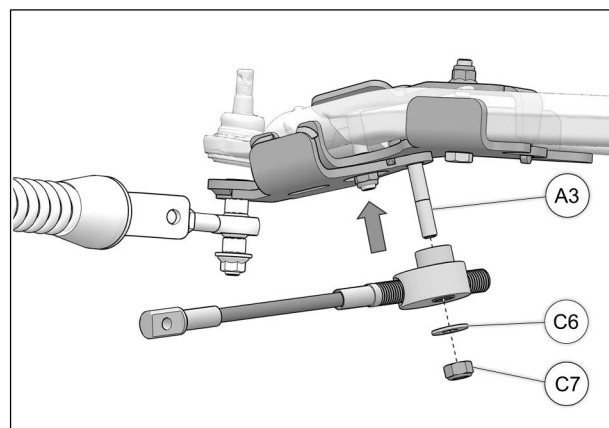

Fig. 23
15. Positionner le câble limiteur de conduite assemblé sous l'ancrage et installer au boulon (A3) inséré à l'étape 5. Utiliser la rondelle (C6) et l'écrou (C7) pour fixer le câble limiteur de conduite en place. Serrer l'écrou à 50 Nm [37 lb•pi]. Voir Fig. 23